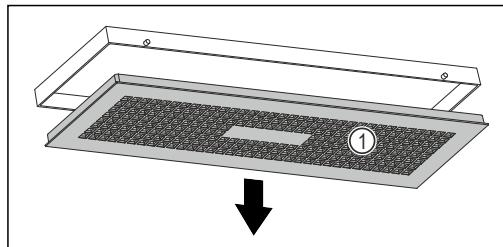

Fig. 107
- Медленно поверните водяной блок вниз, удерживая при этом крышку Fig. 107 (1).
- Снимите крышку Fig. 107 (1).